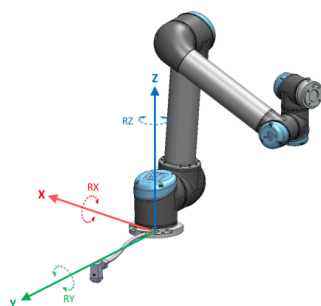

Figura 13.1: Recurso de base
- *Recurso Base*: localizado com origem no centro da base do robô (veja a figura 13.1)